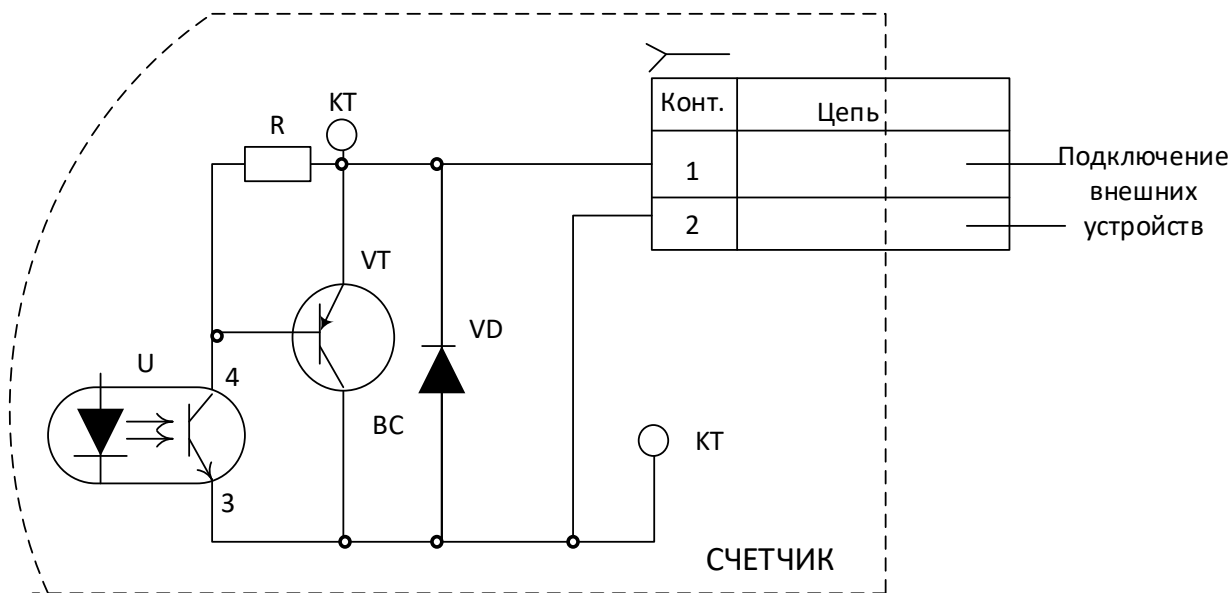

Рисунок 14 - Схема электрических импульсных выходов
- тип: рnp-транзисторы с открытыми коллекторами (рисунок 14).